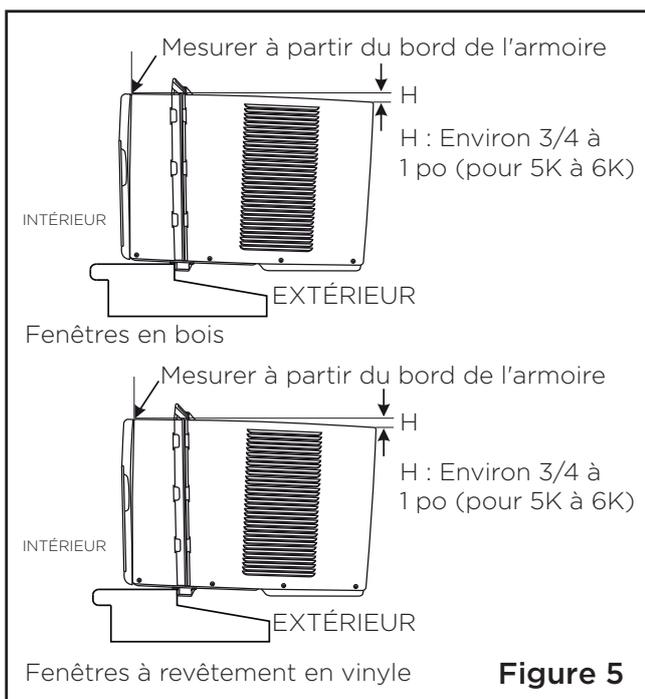

Figure 5
2. Tout en tenant fermement le climatiseur, placez soigneusement l'appareil dans la fenêtre de manière à ce que le bas du cadre du climatiseur soit contre le rebord de la fenêtre (Figure 5). Fermez soigneusement la fenêtre derrière le rail supérieur de l'unité.
Vérifiez que le climatiseur est incliné vers l'arrière de la hauteur H (Figure 5) (environ 3 à 4 degrés vers l'extérieur). Après une installation correcte, le condensat ne devrait pas s'écouler par le trou d'évacuation du trop-plein pendant une utilisation normale. Ajustez la pente si nécessaire.